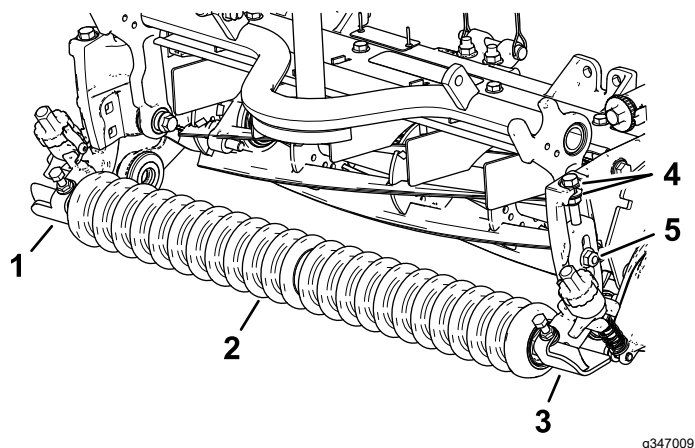

図 10
1. 左右の刈高ブラケットアセンブリと前ローラアセンブリを、カッティングユニットのサイドプレートに仮取めする先ほど取り外したキャリッジボルトを使用する **図 10**。